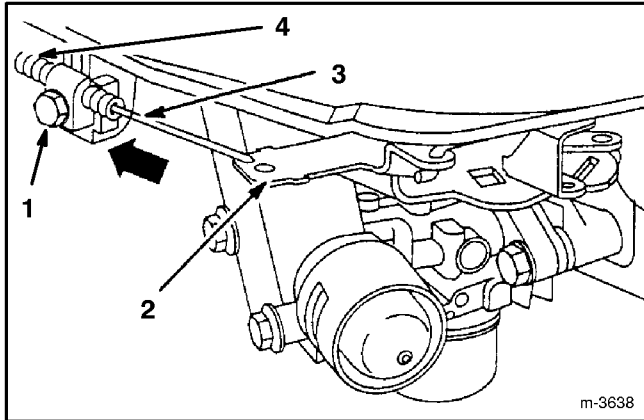

Abbildung 19
2. Die Kabelklemmschraube lösen, bis der Gaszug rutscht (Abb. 19).
3. Reglerhebel, Gaszug und Gehäuse so weit wie möglich in Pfeilrichtung bewegen (Abb. 19).